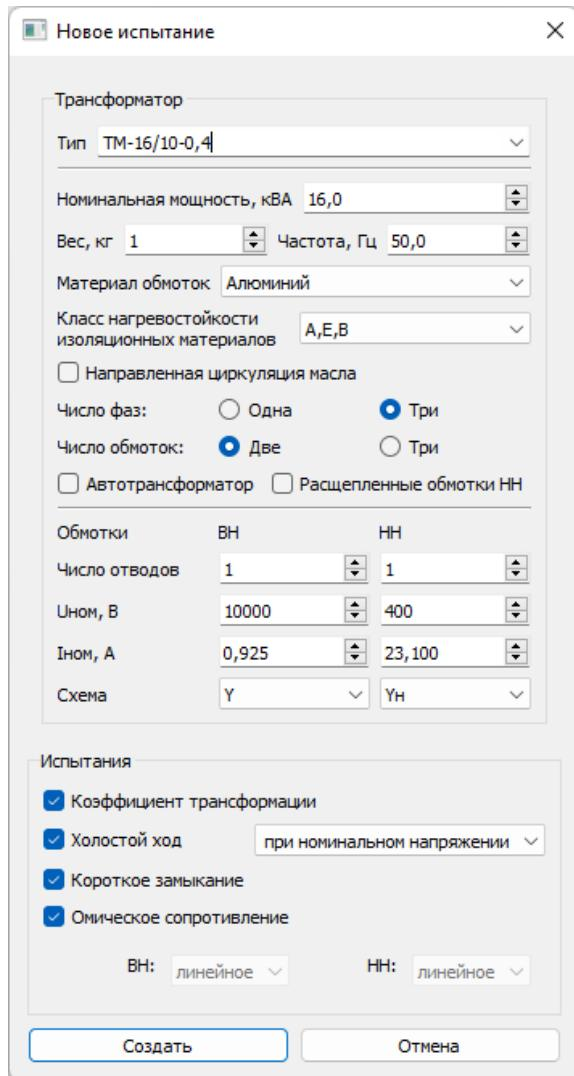

Рис. 5. Диалоговое окно «Новое испытание»
- 2) Нажимаем поле «Новое испытание», либо выбираем пункт меню «Испытание → Новое испытание...». В открывшемся диалоговом окне «Новое испытание» (рис. 5) задаем параметры тестируемого трансформатора, либо в выпадающем списке «Тип» выбираем из библиотеки ранее описанный тип трансформатора.